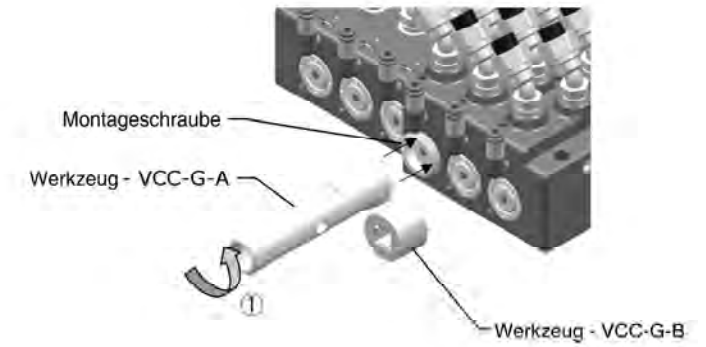

Abb. 4
- Lösen Sie ① und entfernen Sie den Befestigungsring mit Hilfe des Werkzeugs VCC-G-A (oder Steckschlüsselaufsatz VCC-G-B). Siehe Abb. 4.